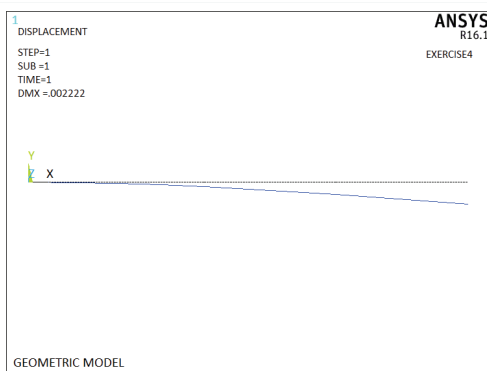

图 3-59 未变形和变形后的几何形状显示
1) 选择 Main Menu | General Postproc | Plot Results | Deformed Shape 命令，出现 Plot Deformed Shape 对话框，在 KUND Items to be plotted 选项中选择 Def+undeformed 选项，ANSYS 显示窗口将显示变形后的几何形状和未变形的几何形状，如图 3-59 所示。